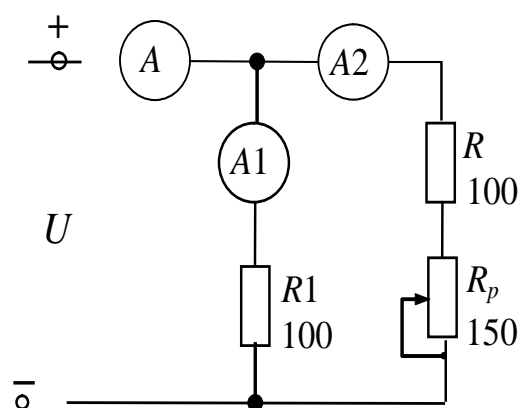

Рис. 6
7. Изобразить схему замещения цепи (рис. 6) и рассчитать токи в ней при заданных значениях ЭДС и сопротивления  $R + R_p$ , считая приборы идеальными.
8. Собрать схему (рис. 6), выбрав амперметры с соответствующими пределами измерений. Расчетные и измеренные значения токов занести в табл.